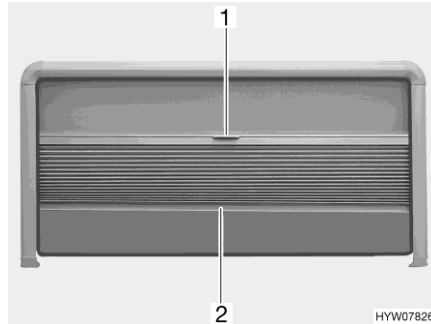

Bild 44 Plisségardin och insektsnät
**Stänga:** ■ Ta tag i mitten på plisségardinens kantlist (Bild 44,2) och dra försiktigt ned den.
**Öppna:** ■ Håll plisségardinens kantlist (Bild 44,2) i mitten och skjut upp plisségardinen försiktigt.
**Stänga:** ■ Drag ned insektsnätet (Bild 44,1) i handtaget.
**Öppna:** ■ Drag upp insektsnätet helt (Bild 44,1), drag i handtaget.